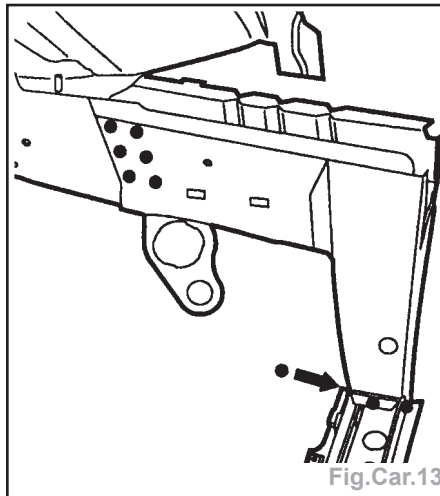

Fig.Car.13
- Souder par points électriques (avec l'équipement : AB1) (Fig.Car.13).